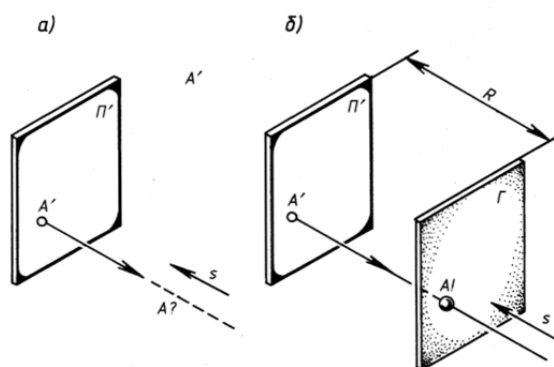

Рис. 40
Попытаемся теперь реконструировать (восстановить) положение в пространстве точки  $A$ , если известны ее изображение  $A'$ , направление проецирования  $s$  и положение плоскости проекций  $\Pi'$  (рис. 40).
1. Зная направление  $s$ , можно через заданную точку  $A'$  провести прямую  $A'G$ , на которой должна быть расположена искомая точка  $A$  (рис. 40, а). Но где именно?
2. Ясно, что для определения точки  $A$  нужно задать еще какое-то условие. Например, пусть известно расстояние  $R$  от точки  $A$  до плоскости проекций  $\Pi'$ . Тогда положение точки  $A$  однозначно определится, если на прямой  $A'S$  отложить отрезок  $R$  (от точки  $A'$ ) или  $A = A'G \cap \Gamma$ , где  $\Gamma$  — плоскость, параллельная  $\Pi'$  и отстоящая от нее на расстояние  $R$  (рис. 40, б).